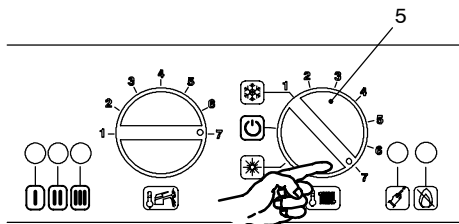

fig. 7.5
- Ruotare il selettore 5 come in fig. 7.5
16 Ruotare il selettore 5 come in fig. 7.5